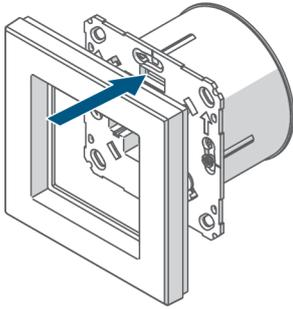

Abbildung 6
- Halten Sie die Systemtaste für 4 s gedrückt (*Abb. 6*).